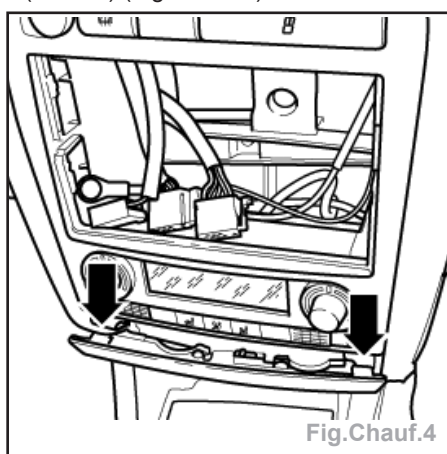

Fig.Chauf.4
- Déposer le cache inférieur, par pression (flèches) (Fig.Chauf.4).